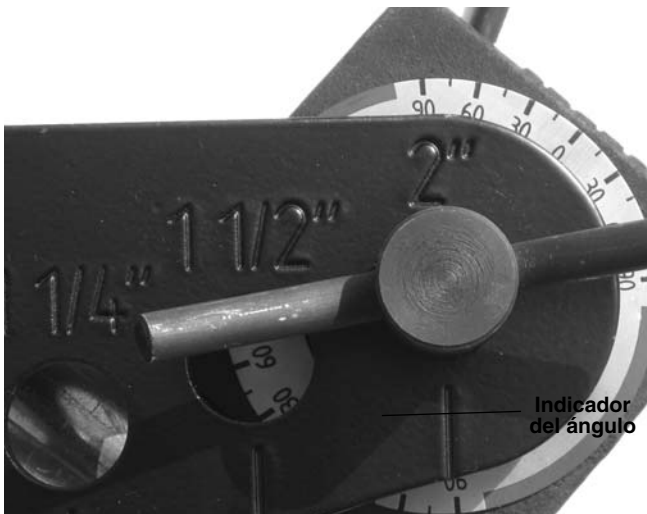

Figura 15 – Indicador del ángulo, término del doblamiento
3. Continúe haciendo avanzar el ariete y doblando el tubo. A medida que se curva el tubo, los extremos se moverán. Apártese del tubo que se mueve. Fíjese en los indicadores de ángulo (*Figura 15*). El promedio de los ángulos medidos por cada indicador de ángulos es aproximadamente igual a la totalidad del ángulo doblado.